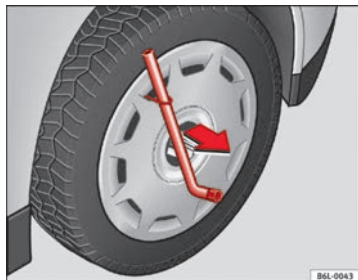

Fig. 136 Retirar embellecedor integral
- Retire el embellecedor integral de la rueda con el gancho de alambre ⇒ fig. 136.